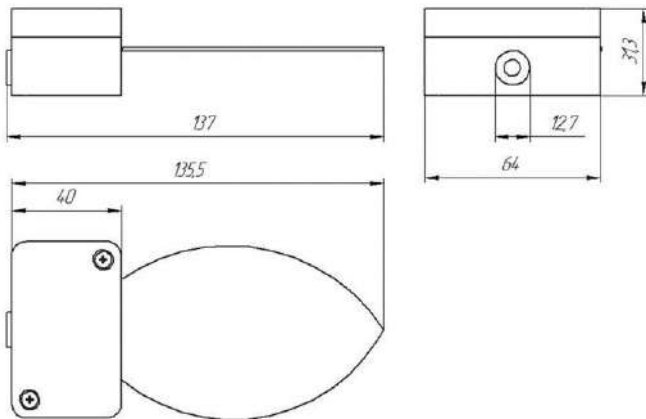

Рисунок 4. Габаритные размеры изделия «СОКОЛ-ДВЛ».
2.10. Габарите изделия «СОКОЛ-ДВЛ» показаны на рис.4.